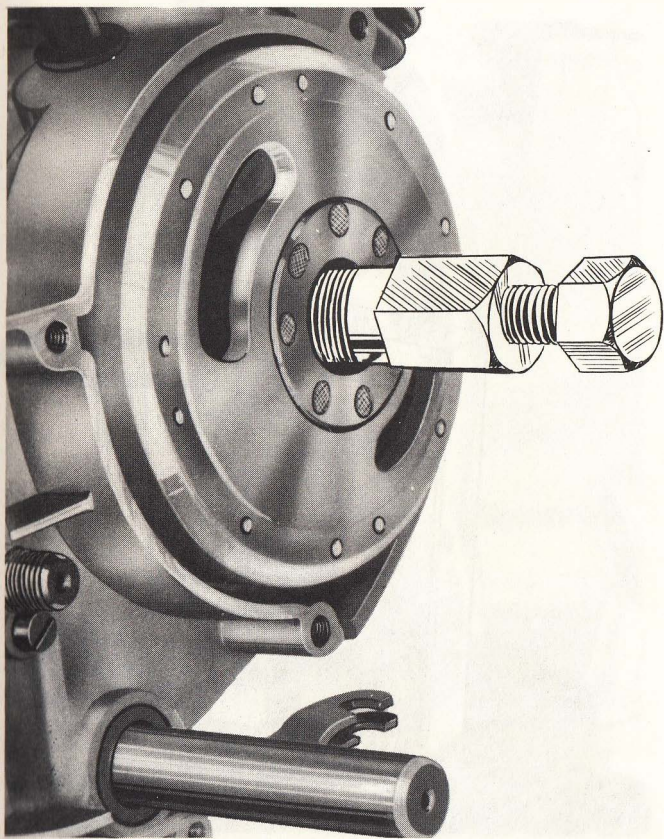

Fig. 13 - Come viene tolto il volano magnete
- 2) Montare poi sul volano l'estrattore 43906300 avvitandolo fino a sentirne lo stacco del suddetto volano dall'albero motore (vedere fig. 13).